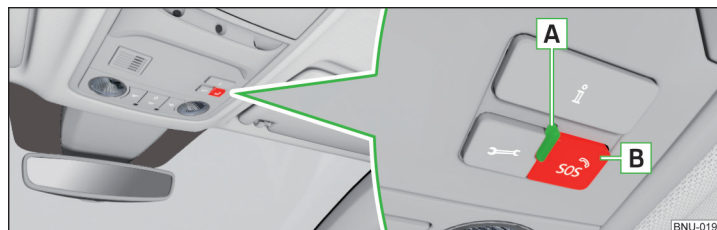

Fig. 10 Tastă de apel de urgență
► Mențineți apăsată tasta **B** » fig. 10.
Starea sistemului este indicată prin aprinderea lămpii de control **A** » fig. 10 după cuplarea contactului.